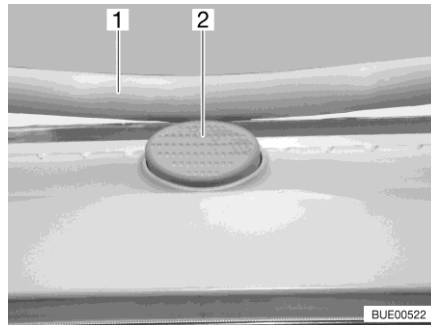

Bild 87 Låsknapp (Heki-taklucka)
- Tryck på låsknappen (Bild 87,2) och dra ner bygeln (Bild 87,1) med båda händerna.
- Tryck bygeln uppåt med båda händerna tills bygeln ligger ovanför låsknappen (Bild 87,2).